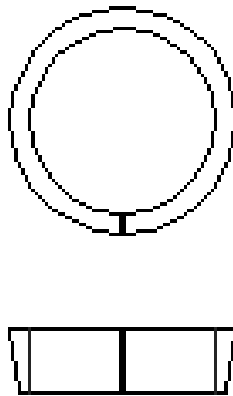

Рис. 7.6. Законченный чертёж детали клапана
5. Сохраните чертеж, он должен иметь вид, аналогичный рис. 7.6.